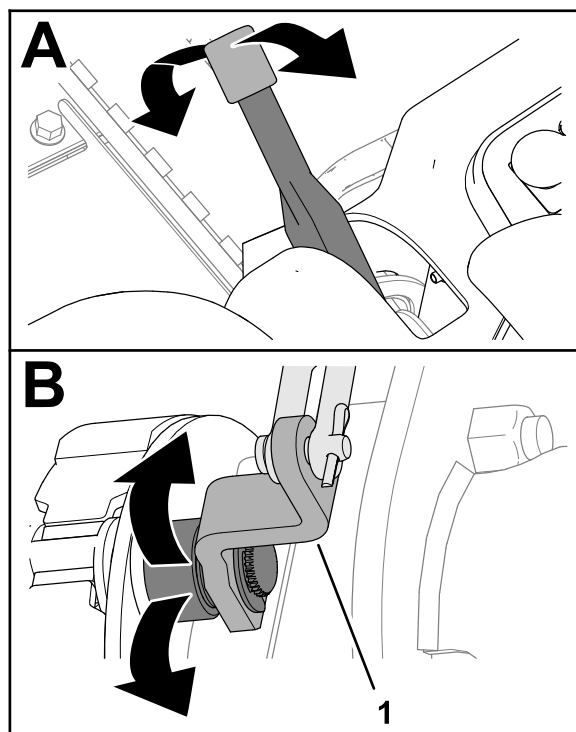

Figura 81
2. Spostate verso l'alto e verso il basso la leva del freno di stazionamento per verificare che la leva della camma del freno si muova liberamente (Figura 81).